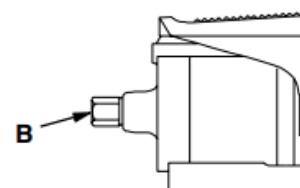

Рис. 5
1. См. Рис. 5. Подсоедините источник подачи воздуха мощностью 15 м³/ч (минимум) к поворотному разъему воздухоприемника насоса (В). Не рекомендуется использовать фитинги большего размера и веса. Для уплотнения соединения используйте высококачественный герметик для трубной резьбы.